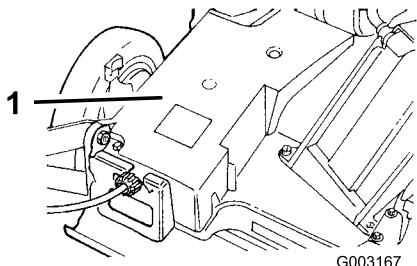

Figure 40
- Enlevez les boulons qui fixent le carter de courroie (Figure 40) à la tondeuse.